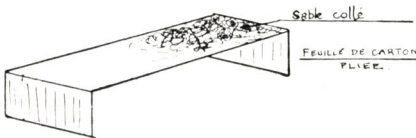

Fig. 2
c) Garnir l'intérieur d'une feuille de carton pliée suivant croquis et garnie soit de sable collé, soit de débris de liège collés et vernis (fig. 2).